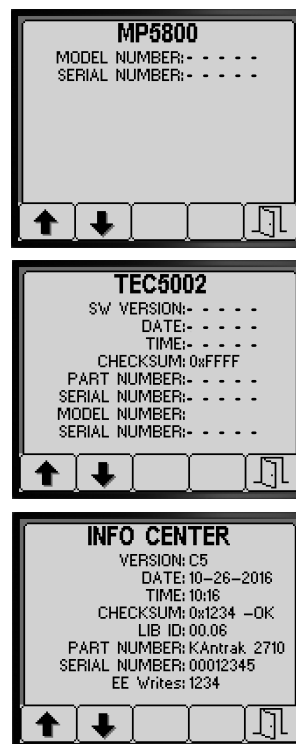

Figura 89
- Pulse el botón 1 o el botón 2 para desplazarse la pantalla de información de la máquina, la pantalla de información del controlador TEC, o la pantalla de información del InfoCenter (Figura 89).